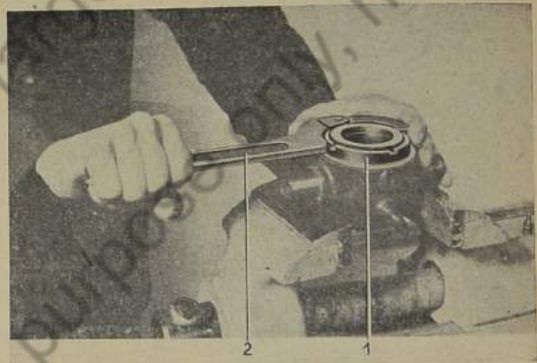

Bild 775: Verschraubung aus Lagergehäuse herauserschrauben
6. Sicherungsschraube (777/17) für die Verschraubung (Nutmutter) herausdrehen und Verschraubung (777/11) mit Hakenschlüssel herauserschrauben (Bild 775).